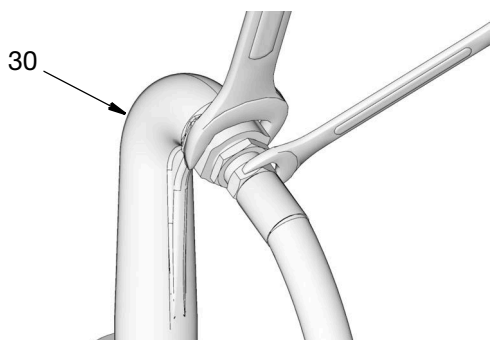

Рис. 9
9. Прикрепите конец шланга к выпускному патрубку (30) с помощью двух гаечных ключей, вращаемых в противоположных направлениях, чтобы надежно зафиксировать шланг на фитинге выпускного патрубка (Рис. 9).